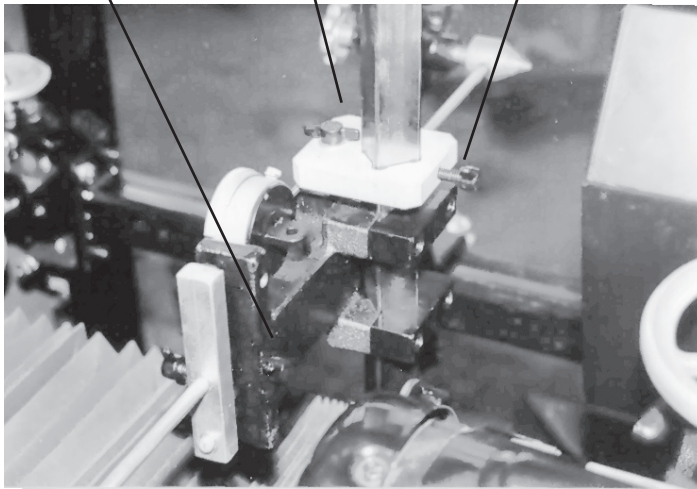

Fig. 45
- A. Flyt slibehovedenheten, indtil opspændingen er ca. 1" fra højre side af cylinderen. Lås greb A indeen for ca. 3 mm (1/8" 0,125") af cylinderens midteraksel. Se fig. 45.
- D. Træk stangen tilbage, og lås greb C. Se fig. 45. Gå frem til den anden side af cylinderen i samme afstand fra enden. Løsn greb C, og træk justeringsstangen ud. Se fig. 46.
- B. Sænk indikatorglidestøbningen på den lodrette støtte, så indikatorstangen kommer i kontakt med cylinderens midteraksel inden for ca. 1,5 mm (1/16" 0,062") og lås greb A. Se fig. 45.
- D. Indstil nu den ydre indikator i positionen "0". Aflæs og notér positionen af det mindre hjul (0,100). Denne aflæsning skal bruges, når den anden side indstilles. Træk tilbage og lås med greb C. Se fig. 45.